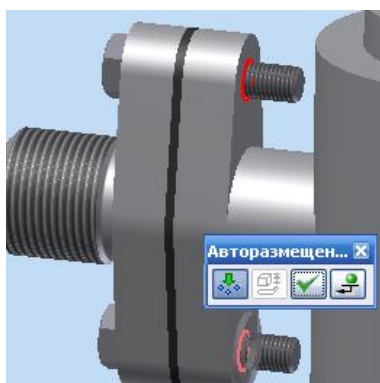

Рис. 3.81. Установка шайбы
- Укажите место установки шайбы (рис.3.81).